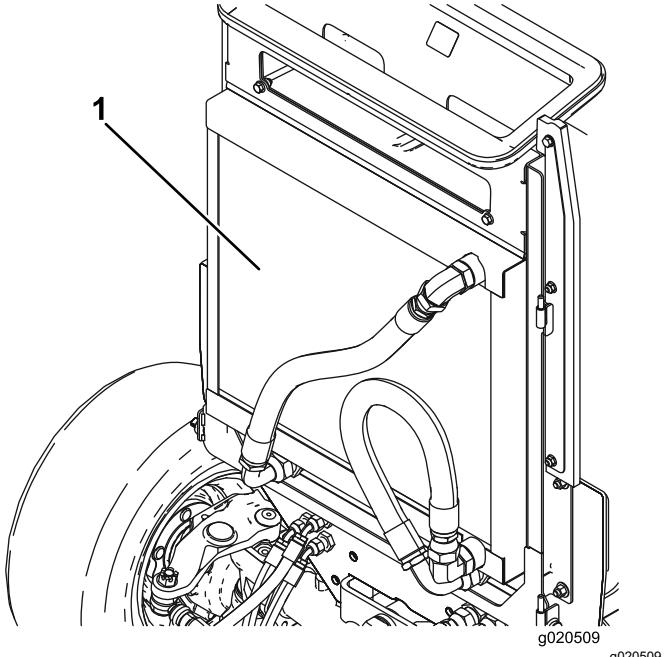

Figura 100
6. Limpie a fondo ambos lados de la zona del enfriador de aceite/radiador (Figura 100) con aire comprimido. Empezando en la parte delantera, sople los residuos hacia la parte trasera. Luego, limpie desde atrás, soplando los residuos hacia adelante. Repita el procedimiento varias veces hasta eliminar todos los residuos.